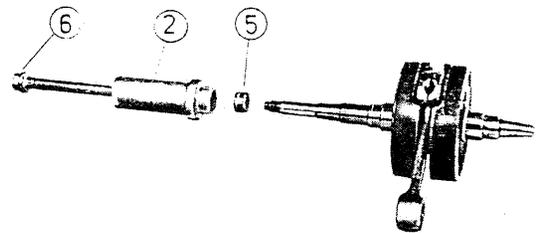

Fig. 226. Poussoir - illustration au but de démonstration
- Enlever la plaque de séparation (6) (en caoutchouc) du bac à huile du carter.
- Fixer le pont de montage (1) 22-50.430 avec les vis de fixation (3) et (4), l'arracheur d'embrayage (2) étant installé du côté d'embrayage du demi-carter gauche.
Attention! Avant de mettre en place l'arracheur d'embrayage, il faut coûte que coûte poser le poussoir (5) sur le collet de centrage du vilebrequin (fig. 226).